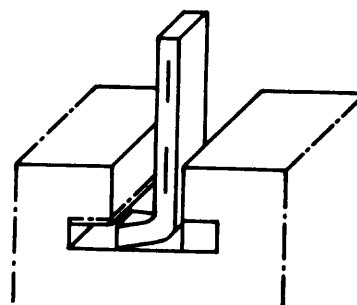

Fig. 6
2) En caso de que el filo de la cuchilla sea más angosto que el ancho de la ranura, retroceda la mesa al punto inicial (fig. 6), suba o baje el carro porta-herramienta y dé pasadas de corte hasta conseguir que la ranura tenga el ancho deseado.